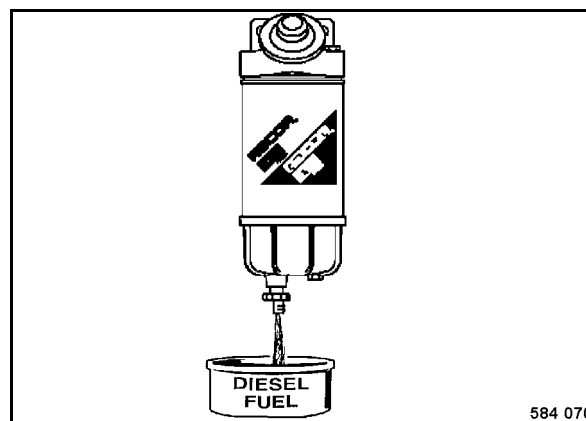

Fig. 126
- Soltar el tornillo de descarga (Fig. 126) por algunas vueltas y recoger el combustible / agua saliendo.